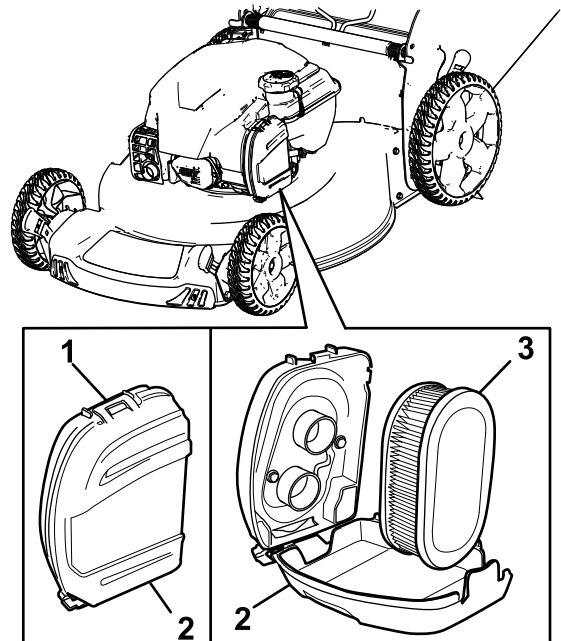

Bild 24
1. Lösen Sie das Oberteil der Luftfilterabdeckung (Bild 24).
2. Entfernen Sie den Luftfilter (Bild 24).